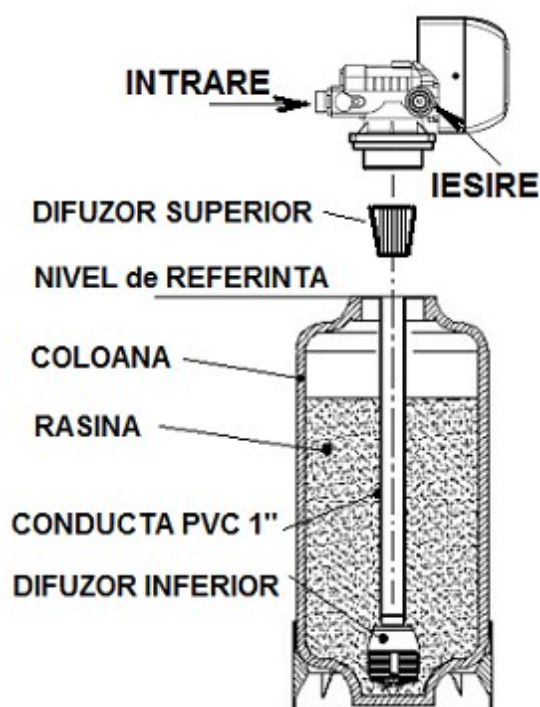

Fig. 19
- dupa introducerea tevii din PVC in coloana si pozitionarea difuzorului in centrul de jos al coloanei se verifica NIVELUL DE REFERINTA, ca in fig.19. Capatul superior al tevii trebuie sa fie la acelasi nivel cu suprafata superioara de la intrarea in coloana !!